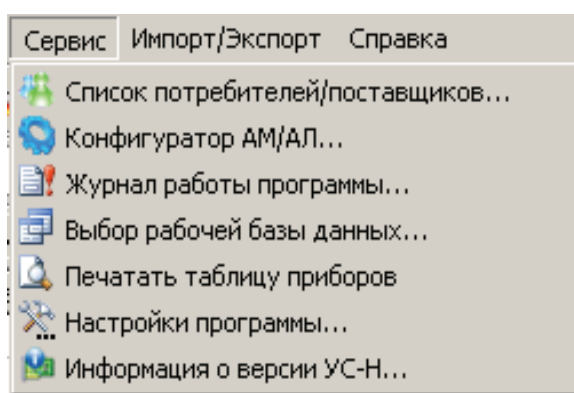

Рисунок 3.53
3.3.5 Меню Сервис Основного окна программы содержит выпадающий список (см. рисунок 3.53).
3.3.5.3 Строка **Выбор рабочей базы данных** меню **Сервис** (см. рисунок 3.53) служит для вызова всплывающего окна **Выбор базы данных** (см. п.3.2).